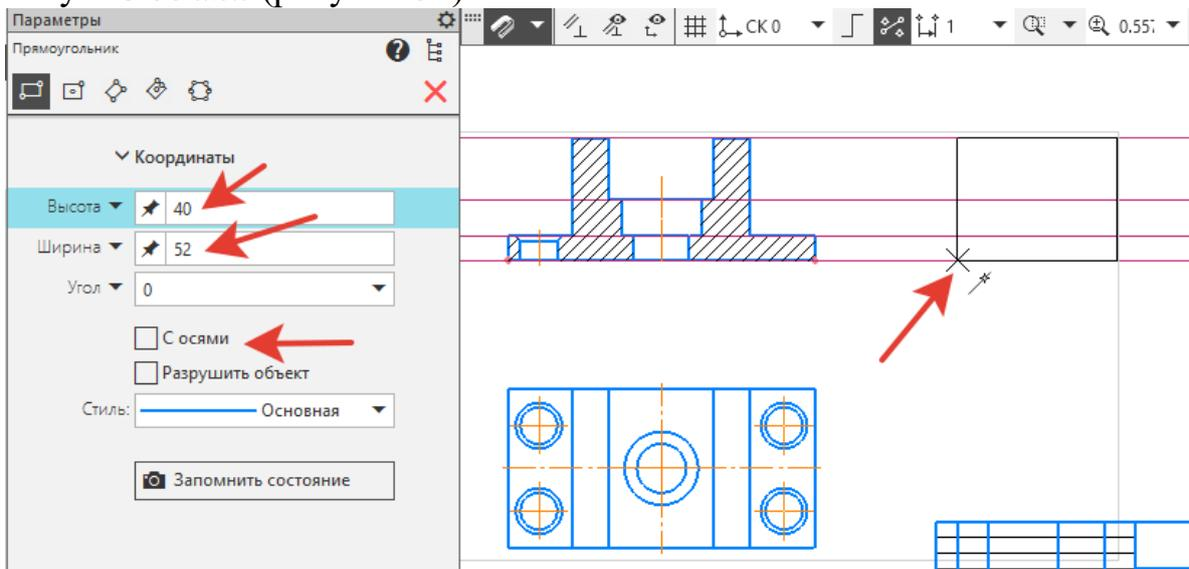

Рисунок 52.
15. **Вид слева.** От главного вида с помощью команды *Вспомогательная горизонтальная прямая* указать все горизонтальные линии. На произвольном расстоянии выполнить прямоугольник: **Высота – 40, Ширина – 52**, убрать галочку – **С осями** (рисунок 52).